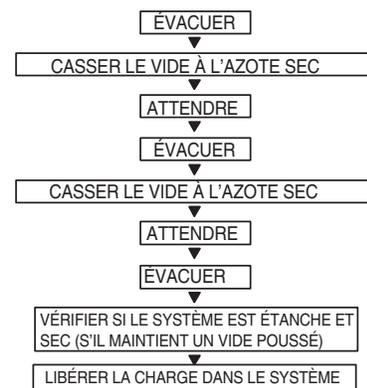

Fig. 50 – Méthode de triple évacuation
La méthode d'évacuation triple doit être utilisée lorsque la pompe à vide ne peut appliquer qu'un vide de 500 microns et que le système ne contient pas d'eau liquide. Consultez la figure 50 et procédez comme suit :
5. Répétez cette procédure comme indiqué à la figure 50. Le système sera ensuite exempt de contaminants et de vapeur d'eau.